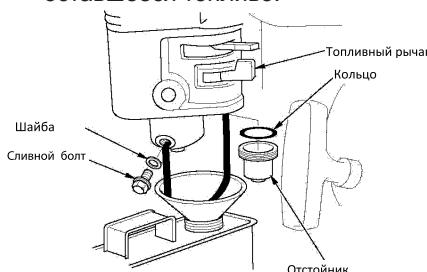

Рис.20 Слив топлива из карбюратора
- Слейте или выработайте топливо в баке. Поместите подходящую емкость для топлива под карбюратор, и используйте воронку, чтобы избежать утечки топлива (Рис.20).